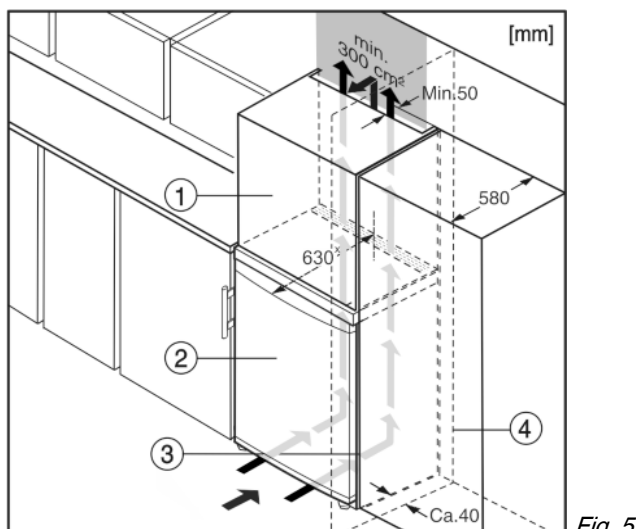

Fig. 5
L'appareil peut être réagencé avec des buffets de cuisine. Pour adapter l'appareil Fig. 5 (2) à la hauteur du coin cuisine, une rehausse Fig. 5 (1) peut être posée sur l'appareil.
Lors de la transformation avec des placards de cuisine (profondeur max. 580 mm), l'appareil peut être placé directement à côté du placard de cuisine Fig. 5 (3). L'appareil dépasse latéralement de 34 mm × et de 50 mm × au centre de l'appareil par rapport à la face avant du placard de cuisine.
Si l'appareil est installé avec les charnières à côté d'un mur Fig. 5 (4), la distance entre l'appareil et le mur doit être de 40 mm min. Ceci correspond à la saillie de la poignée lorsque la porte est ouverte.